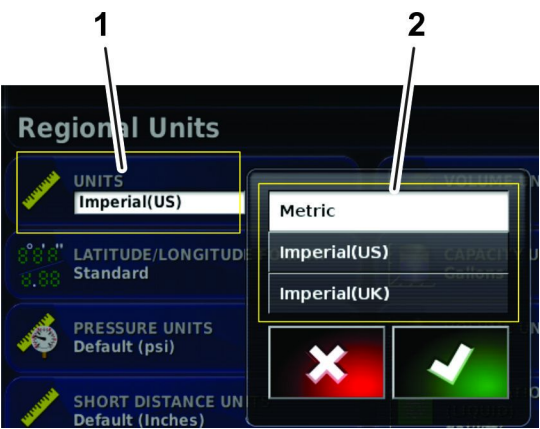

图 21
- 5. 根据所需选择正确的单位和喷洒率并按确认图标 图 21。